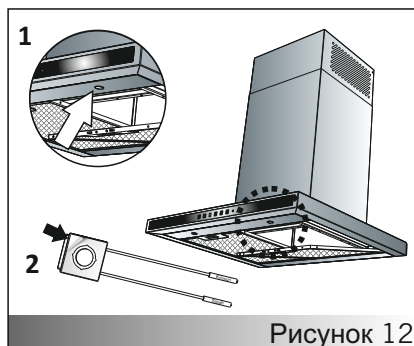

Рисунок 12
- Нерабочие светодиодные лампы извлекаются так, как это показано на рисунке. (**См. Рисунок 12**)